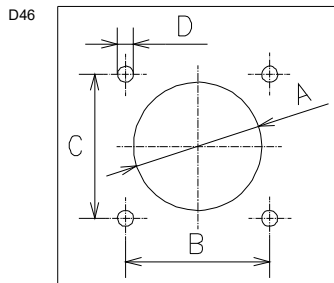
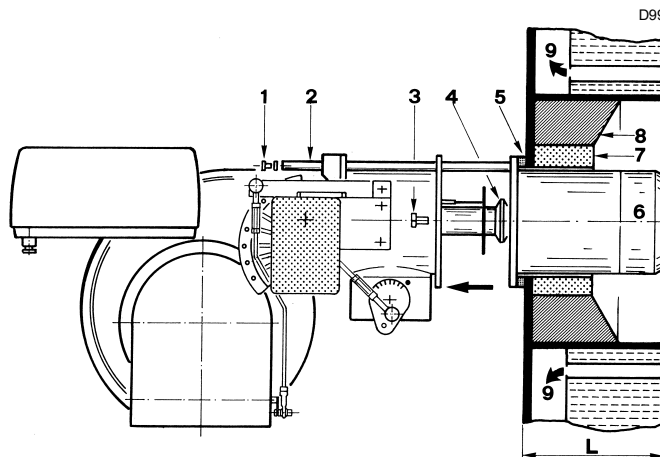

Abb. 11
Abb. 12
Die Verschlussplatte der Brennkammer gemäß Abb. 11 aufbohren.
Für Heizkessel mit vorderem Abgasumlauf 9)(Abb. 12 auf S. 18) oder mit Flammenumkehrkammer muss eine Schutzschicht aus feuerfestem Material 7) zwischen feuerfestem Material des Kessels 8) und Flammrohr 6) vorgesehen werden.
- Bauen Sie das Flammrohr 6)(Abb. 12) wie folgt aus dem Brenner aus:
- Das Flammrohr 6) an der Heizkesselplatte (Abb. 11 auf S. 17) befestigen und die mitgelieferte Isolierdichtung 5)(Abb. 12) einfügen. Tragen Sie vor dem Verwenden der 4, ebenfalls mitgelieferten Schrauben entsprechende Freßschutzmittel auf.
- Montieren Sie den Brenner wieder auf den Führungen 2)(Abb. 12) und fügen Sie die Schrauben 1) in die Führungen ein. Befestigen Sie den Brenner dann mit den Schrauben 3) an Flammrohr.